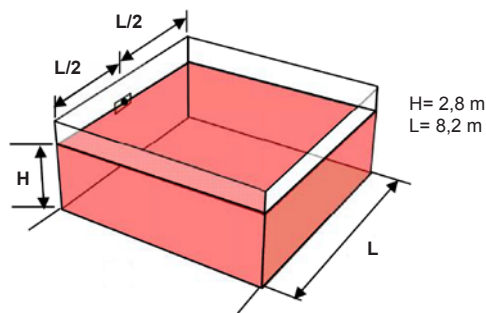

Fig. 2
Il volume di copertura è (H x L) 2,8 m x 8,2 m (vedere fig.2). Il dispositivo deve essere montato con la cupola flash al centro di uno dei due lati (L) specificati, all'altezza massima di 2,8m.